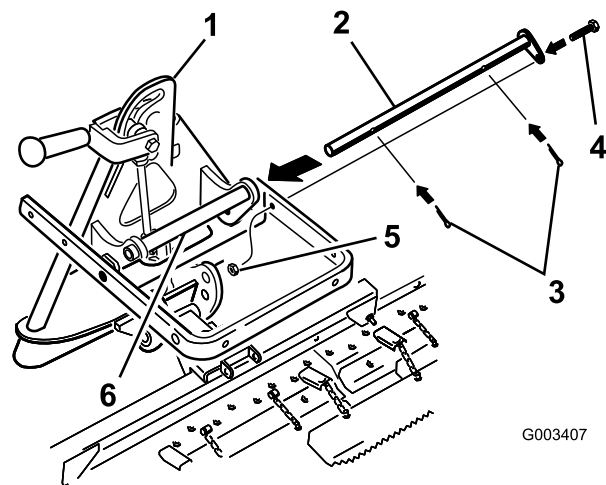

図 5
3. ピボットバーを、コッターピン2本と (3/8 x 1-1/4 インチ) で固定する (図 5)。